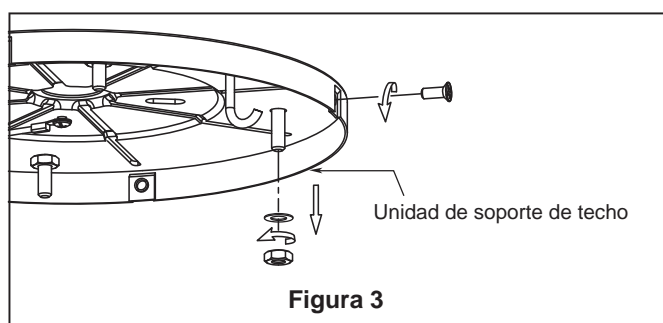

Figura 3
2. Extraiga los cuatro tornillos y las tuercas hexagonales con arandela plana. Guárdelos para después. (Figura 3)